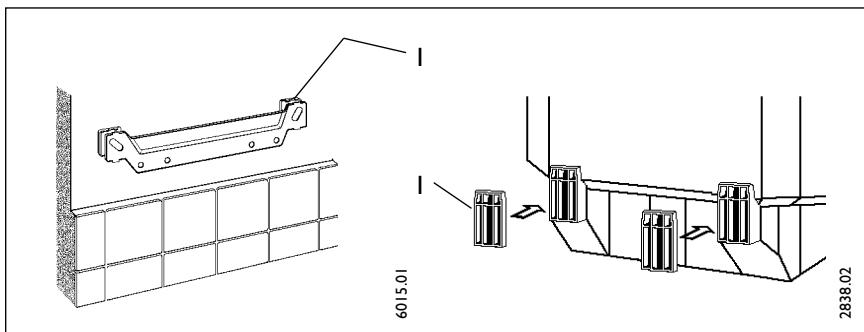

рис. 5
- Неровности стены выровнять прилагающимися деталями крепежа (толщина 5 мм, рис.5, поз.1).